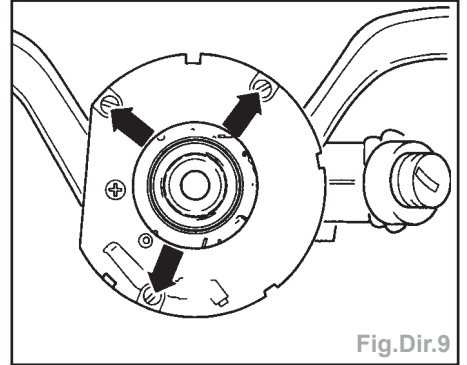

Fig.Dir.9
- Extraire les 3 vis servant à fixer le commutateur combiné à la colonne de direction (Fig.Dir.9).